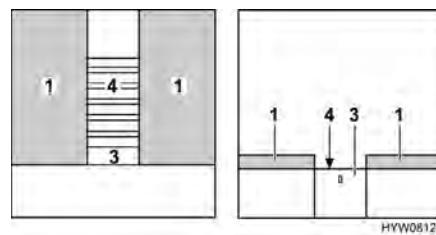

Fig. 79 Durante la trasformazione
- Estrarre completamente il telaio portamaterasso (Fig. 79,4). A tal fine estrarre la base estraibile (Fig. 79,3).